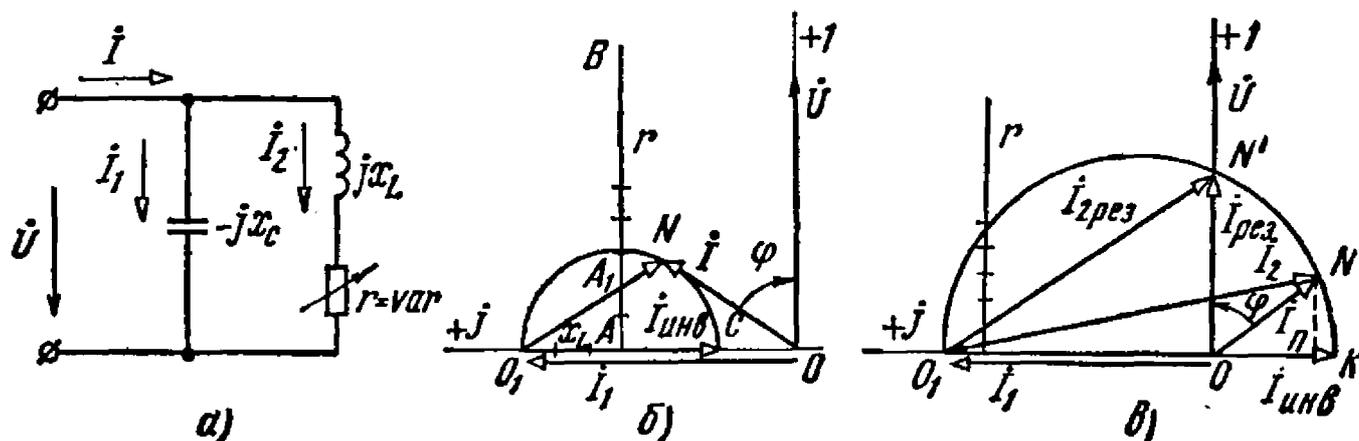

Рис. 4.27
4.27. Построить круговую диаграмму тока I цепи схемы рис. 4.27, а, если напряжение $U = 180 \text{ В}$, сопротивления $x_C = 60 \text{ Ом}$, $x_L = 90 \text{ Ом}$, сопротивление r изменяется от 0 до ∞ . Определить
Для построения круговой диаграммы тока I_2 на рис. 4.27, б от точки O_1 вправо отложим отрезок $\overline{O_1 A} = \frac{x_L}{m_r}$ и проведем прямую AB , являющуюся линией сопротивления r . Инверсный ток $I_{\text{инв}} = I_{\text{зк}} = 180/90 = 2 \text{ А}$ определяет диаметр окружности $O_1 C$. Для любого сопротивления $r = \overline{A A_1} m_r$ ток I_2 определяется в масштабе тока m отрезком $\overline{O_1 N}$.
Вектор напряжения \dot{U} совпадает с вещественной осью $+1$, поэтому при $I_1 > I_{2к}$ угол сдвига фаз $\varphi < 0$ и в цепи не может иметь места резонанс токов. Такой резонанс может наступить только при $I_1 < I_{2к}$ или при $x'_L < x_C$, т. е. при $x'_L < 60$ Ом. Предположим, что $x'_L = 40$ Ом. Тогда $I_{2к} = 180/40 = 4,5$ А и круговая диаграмма будет иметь вид диаграммы рис. 4.27, в.